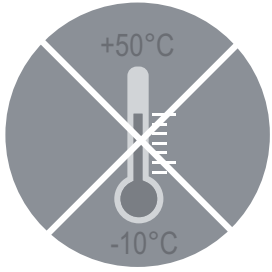

Fig. 1
3. DESCRIPTIF DE L'APPAREIL (Fig. 1)	2
### 3. DESCRIPTIF DE L'APPAREIL (Fig. 1)